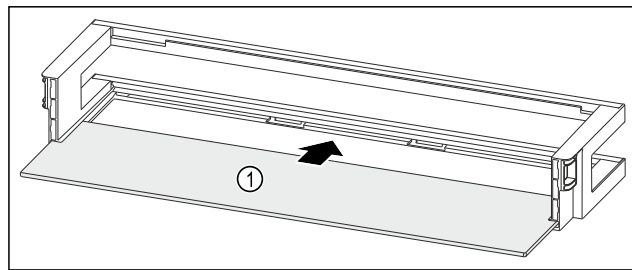

Fig. 232 Vratna polica z odlagalno polico
- Odlagalno polico Fig. 232 (1) vstavite v stranske vdolbine.